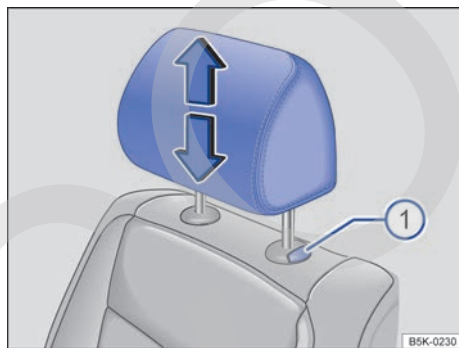

Fig. 71 Ajuste de un apoyacabezas delantero o trasero (representación esquemática).
- Desplace el apoyacabezas hacia arriba o, a la vez que presiona la tecla → **fig. 71** ⌚, hacia abajo en el sentido de la flecha correspondiente → ⚠ en *Introducción al tema* de la pág. 90.